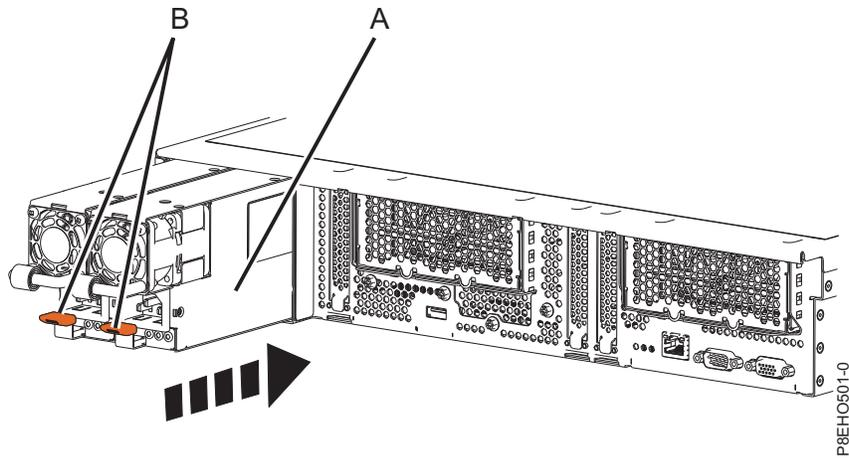

Figura 53. Substituindo a fonte de alimentação no sistema
2. Alinhe a fonte de alimentação (A) com o compartimento e arraste a fonte de alimentação no sistema, até que a trava terracota (B) trave no lugar. Consulte Figura 53.